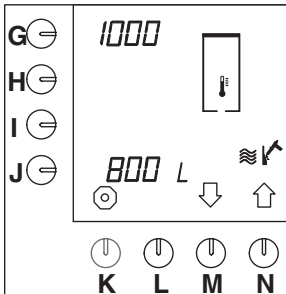

Fig. 51 Ontkalkingssignalering heetwatersysteem
- De ontkalkingssignalering voor het heetwatersysteem staat voor alle types standaard ingesteld op 1000 liter, zie de positie naast keuzetoets (G.), fig. 51 .
- Druk op selectietoets (M.)↓ tot fig. 51 in het display verschijnt.